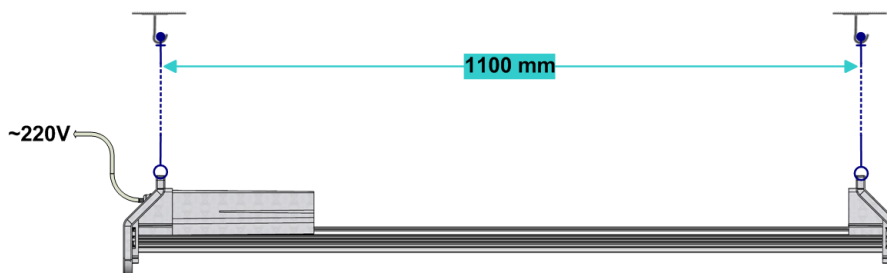

Abbildung 6. Aufhängen der Lampe BestLED-II 100 W und Anschluss an das Stromnetz.
5.2.2. Um die BestLED-II 100 W – Lampe anbringen zu können, müssen an den Befestigungsstellen zwei Haltebügel an jeder Lampe in einem Abstand von 1100 mm zueinander montiert werden. (s. Abb. 6)
5.2.6. Anschließen der BestLED-Lampen an das Netz der Wechselspannung von 220V (s. Abbildung 6) unter Verwendung des Stromkabels in Übereinstimmung mit den Anforderungen: